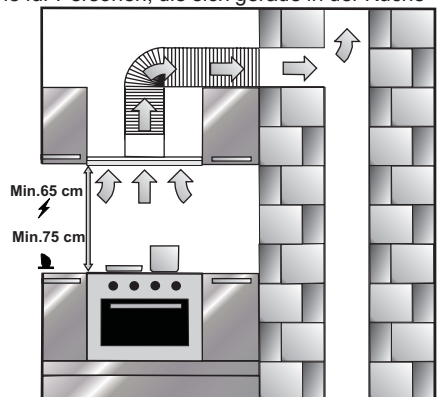

Abb. 1
2. Bei der Montage des Gerätes sind die Sicherheitsabstände einzuhalten und zwar ist die Abzugshaube mindestens 650 mm über einem Elektroherd bzw. Ceran-Kochfeld und 650 mm über einem Gasherd (oder Elektro-Gasherd) zu montieren - Abb. 1.